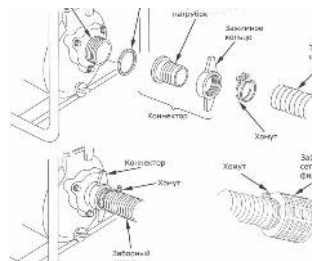

Рис. 5
- Закрепите шланги хомутами (Рис. 5, 6). При монтаже соблюдайте следующие требования: